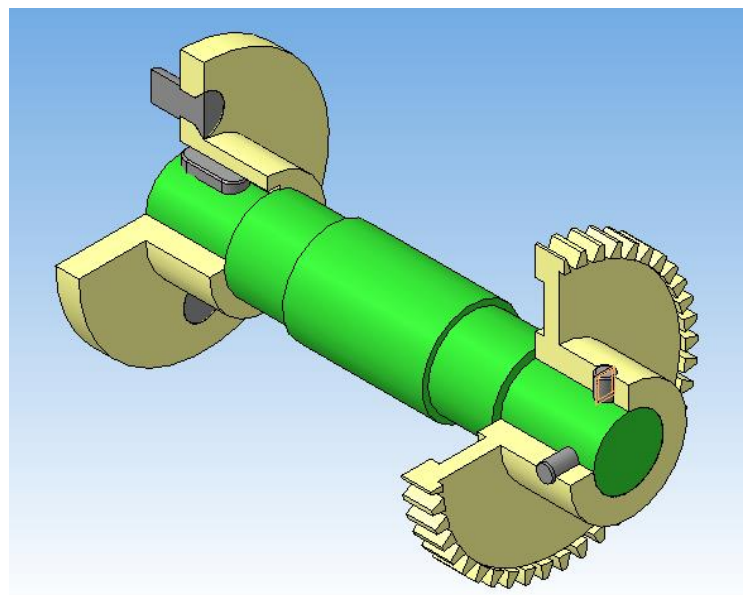

Рисунок 132.
5. В результате получаем сечение только колеса зубчатого, поводка и пальца (рисунок 132).